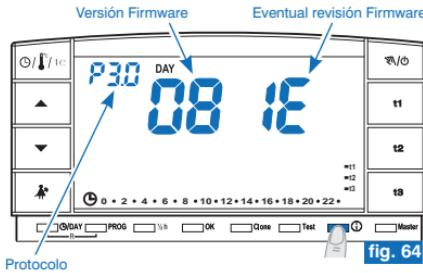

fig. 64
- Pulsar una vez la tecla ①: en pantalla aparecerá la versión de protocolo radio, la versión del firmware instalado y la revisión (ejemplo fig. 64).